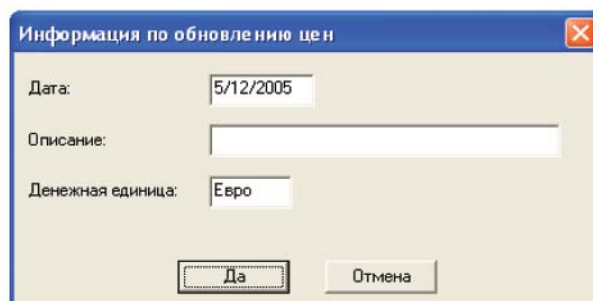

Рис. 80
- 4) внести информацию о дате обновления цены (рис. 80)